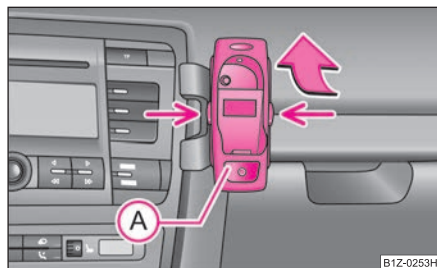

Fig. 152 Preparación universal para el teléfono
- Introducir primero el adaptador (A) en el soporte en sentido de la flecha ⇒ fig. 152 hasta el tope. Presionar ligeramente el adaptador hacia abajo hasta que se enclave de modo seguro.
- Montar el teléfono en el adaptador (A) (según las instrucciones del fabricante).
- Presionar al mismo tiempo los enclavamientos laterales del soporte y sacar el teléfono con adaptador ⇒ fig. 152.